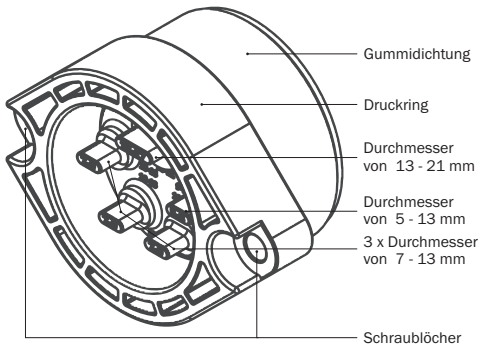

Abbildung 13.2: KRASO® BKP - Dichteinsatz - Telekommunikation - Blindstopfen mit Durchmessern
- Entfernen Sie die Blindstopfen des **KRASO® BKP - Dichteinsatzes - Telekommunikation** - entsprechend der ermittelten Durchmesser (s. Abbildung 13.2).